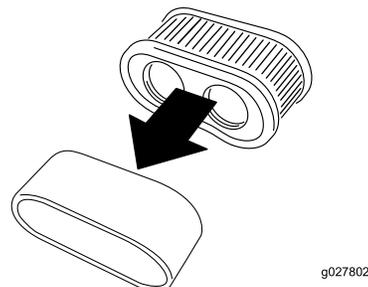

Figura 35
7. Separe el elemento de gomaespuma del elemento de papel (Figura 35).